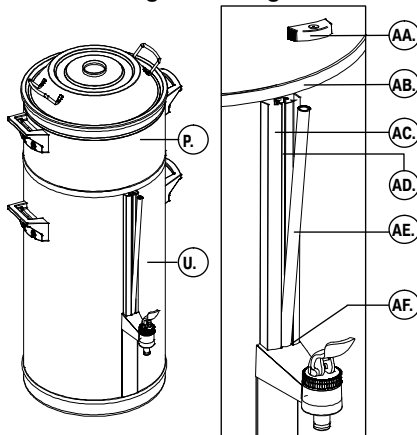

Fig. 8 Anbringelse af kontrolglassets låg
- Rengør kontrolglasset (fig. 8):